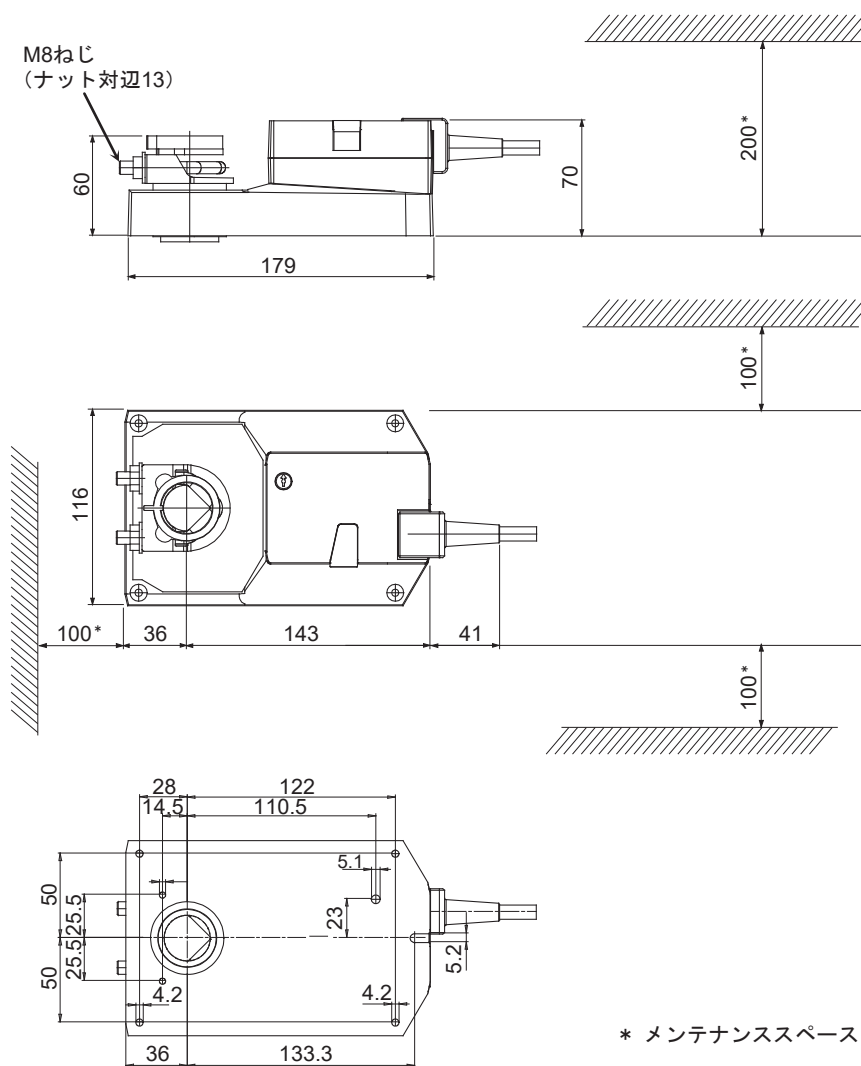

図2 標準タイプ 外形寸法図（mm）
- 本製品を取り付けるときには、図2に示すようなメンテナンススペースを確保してください。
(1) ダンパシャフトを全閉位置にします。